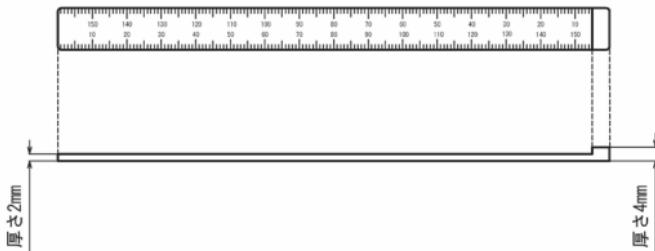

図21 チェックゲージを用いたゴム輪の位置確認
- (1) 専用のチェックゲージ（図21）を用いてゴム輪の位置を確認する。
- (2) 図21に示すように全周にわたって受口と挿し口の隙間にまずチェックゲージの厚さ2mm側を差し込み、その入り込み量（b）が表6に示す合格範囲内であることを確認する。全周にわたり合格範囲内であれば、そのうち円周8カ所について入り込み量を測定し、測定値をチェックシートに記入する。